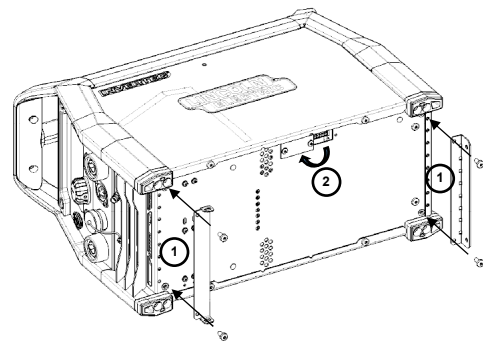

Figure 1
1. Placez les tôles de l'adaptateur sous la source d'alimentation (Figure 1).
2. Retirez la vis de la trappe et tournez-la à 180 °C. Utilisez la vis retirée pour fixer la trappe sur la source d'alimentation (Figure 1).